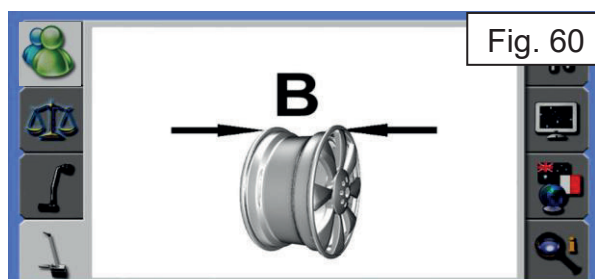

Fig. 60
- Selecione  e pressione o SELECTOR para entrar no programa de calibração do medidor B (fig. 60).